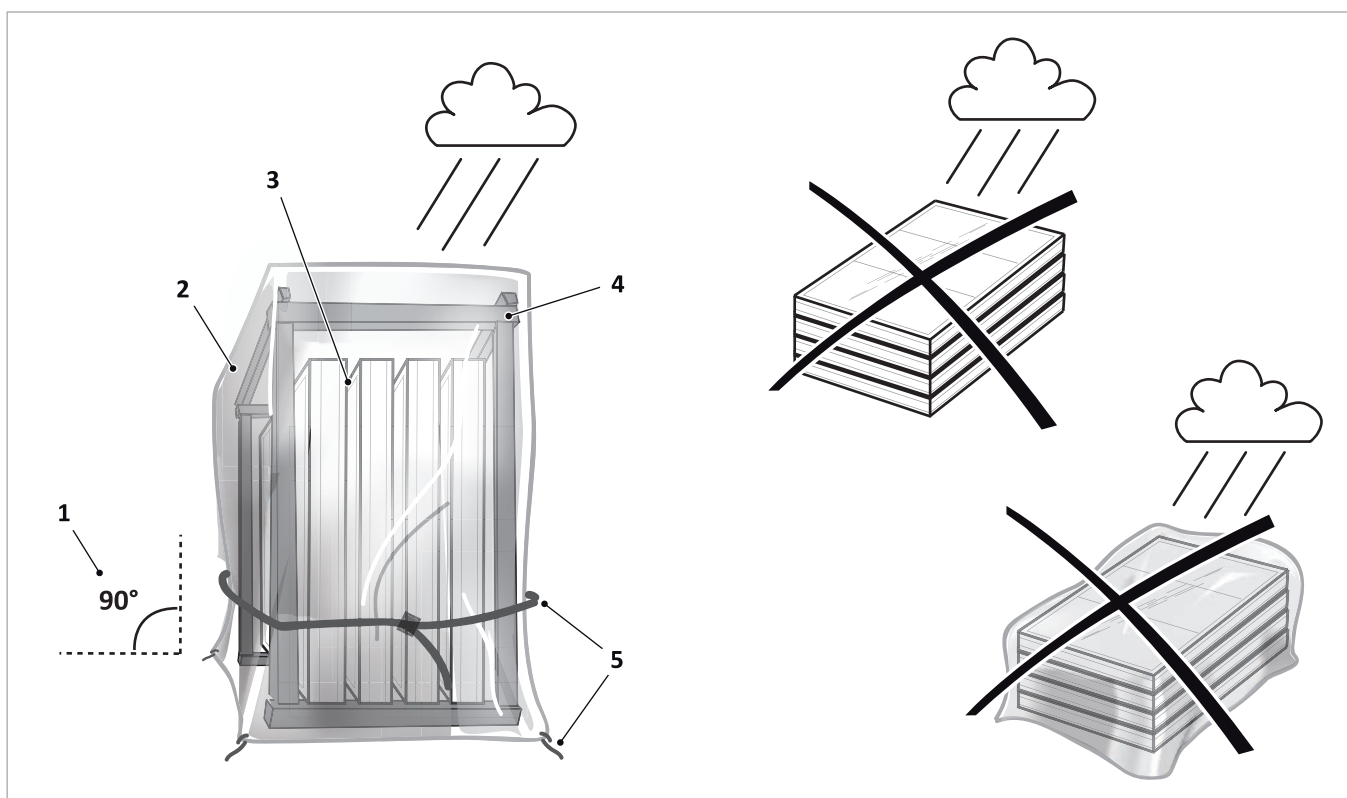

Abb. 1: Lagerung im Freien, max. 14 Tage
- Kollektoren auf dem mitgelieferten Holz-Transportschutz oder auf Kanthölzern stehend mit Zwischenlagen lagern, siehe → Abb. 1, S. 7.